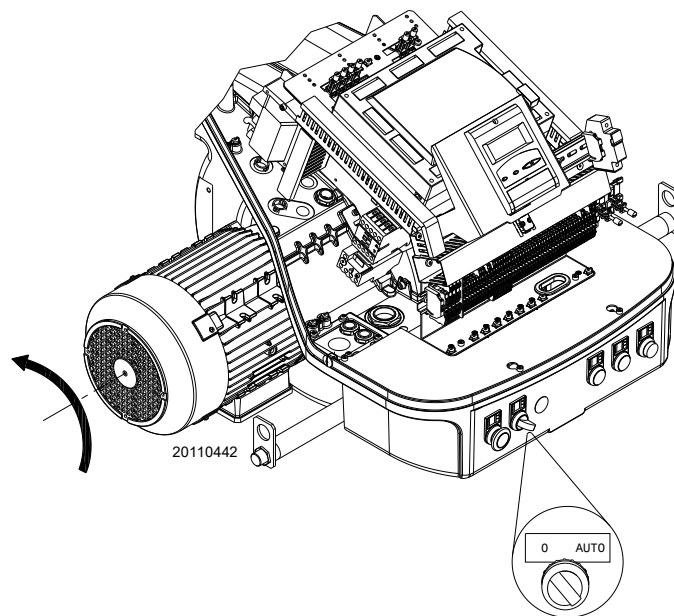

Fig. 27
Închideți termostatele/presostatele și puneți comutatorul Fig. 27 în poziția „AUTO”.
Dacă acestea indică tensiune, opriți **imediat** arzătorul și verificați conexiunile electrice. Când arzătorul pornește, verificați direcția de rotație a motorului, așa cum se arată în Fig. 27.
- rotiți comutatorul Fig. 27 în poziția „0” și așteptați oprirea echipamentului;
- acționând comutatorul „0-AUTO” din Fig. 27 la pag. 30;